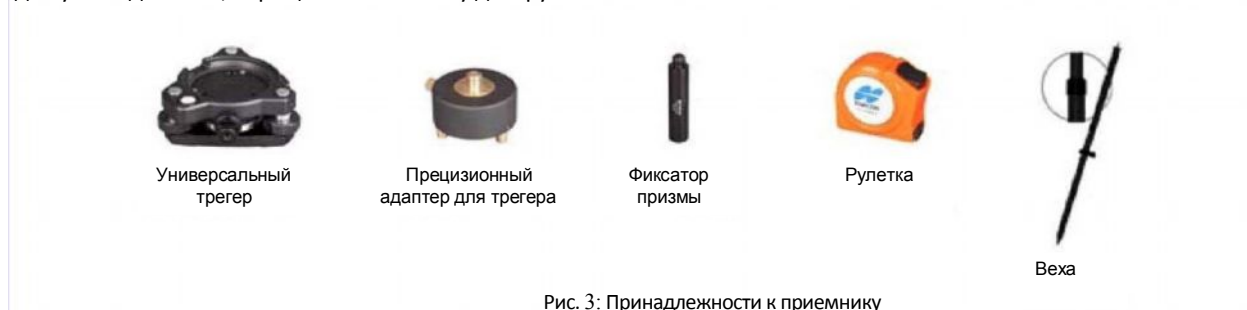

Рис. 3: Принадлежности к приемнику
- Принадлежности к приемнику показаны на Рис. 3.
Sokkia предлагает разнообразные принадлежности (см. Рис. 3), специально разработанные для повышения гибкости системы и эффективности выполнения работ. За более подробной информацией об опциональных принадлежностях, доступных для GSX2, обращайтесь к Вашему дилеру Sokkia.